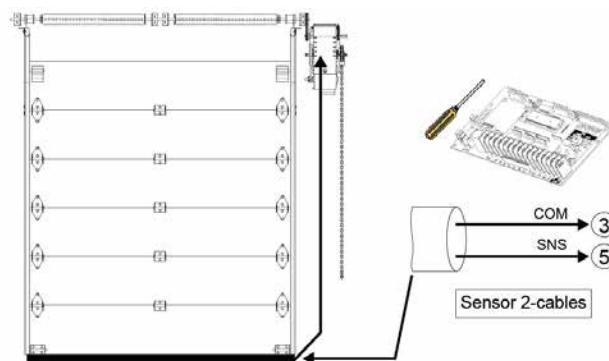

Figura 34 - Borde sensible eléctrico
3. Utilizar un cable en espiral o carrete de recogida para conectar los cables del borde sensible a los terminales del operador. Instalar cables eléctricos de acuerdo a la Figura 34.